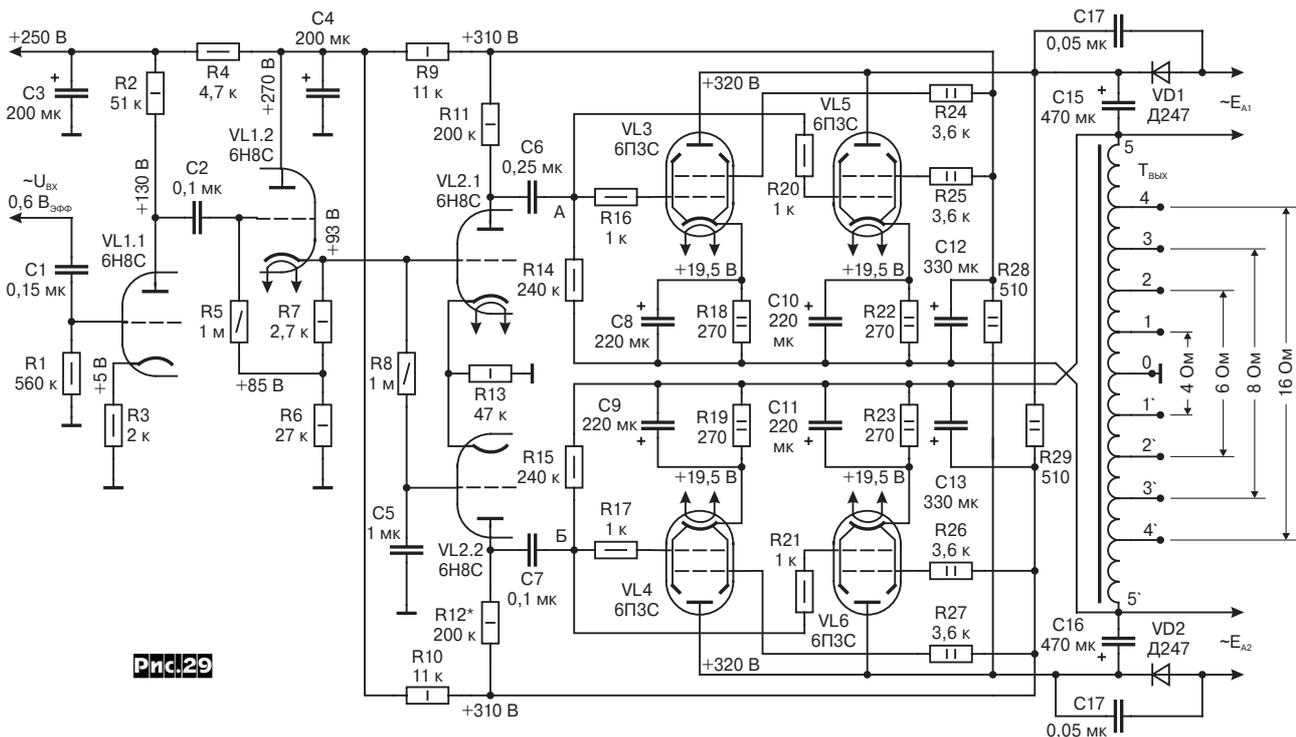

Рис.29
**Пример** практической реализации **двухтактно-параллельного** каскада на лампах **6П3С** в усилителе звуковой частоты показан на **рис.29**. Входной сигнал через разделительный конденсатор С1 поступает на предварительный усилитель напряжения, который собран на триоде VL1.1 типа 6Н8С. Он имеет коэффициент усиления 10. Усиленное напряжение снимается с анодной нагрузки R2 и подается через C2 на катодный повторитель, выполненный на второй половине лампы VL1. Режим работы этого каскада задается резисторами R7, R6 в его катодной цепи. Резистором автоматического смещения R7 определяется начальный ток через триод VL1.2, т.е. падение напряжения на резисторе R6, а также положительный потенциал на катоде данного триода. Это в свою очередь задает по постоянному току рабочий режим лампы фазоинверсного каскада. Такая возможность существует благодаря тому, что связь между этими каскадами непосредственная - гальваническая.